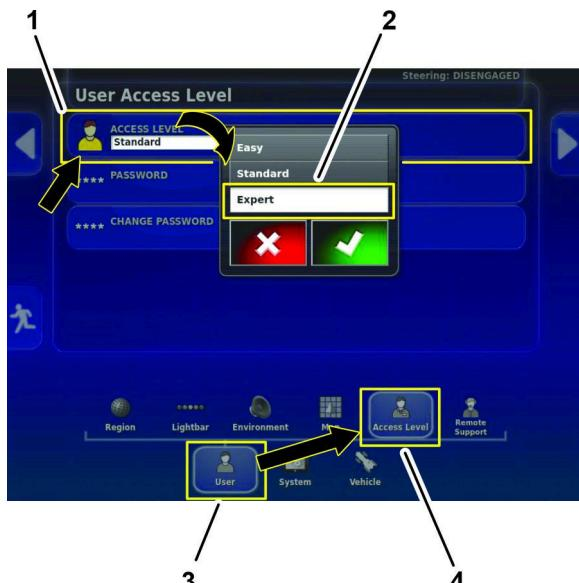

Figura 158
1. No ecrã de configuração, prima o ícone USER e o ícone ACCESS LEVEL (Figura 158).
- No ecrã de acesso do utilizador, ícone ACCESS LEVEL (Figura 158).
- Na caixa de diálogo, prima o ícone EXPERT e prima o ícone de confirmação (Figura 158).